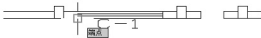

图 4.23 捕捉插入点
① 在指定插入点或 [基点(B)/比例(S)/旋转(R)/预览比例(PS)/预览旋转(PR)]: 提示下，捕捉如图 4.23 所示的点作为插入点。